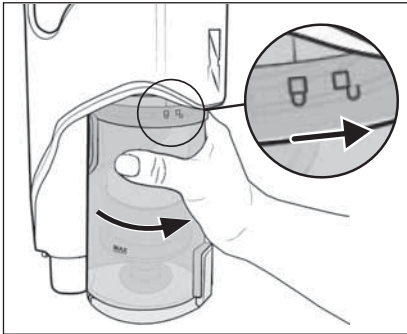

Fig. 23
- 8) Sæt støvbeholderen **6** ind i produktet igen, og drej den i retning af symbolet  (luk), indtil den sidder fast i produktet (se fig. 23).